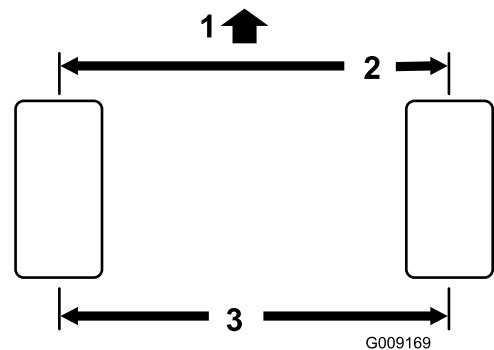

Figura 114
- Mida la distancia entre centros (a la altura del eje) en la parte delantera y trasera de los neumáticos de dirección (Figura 114).